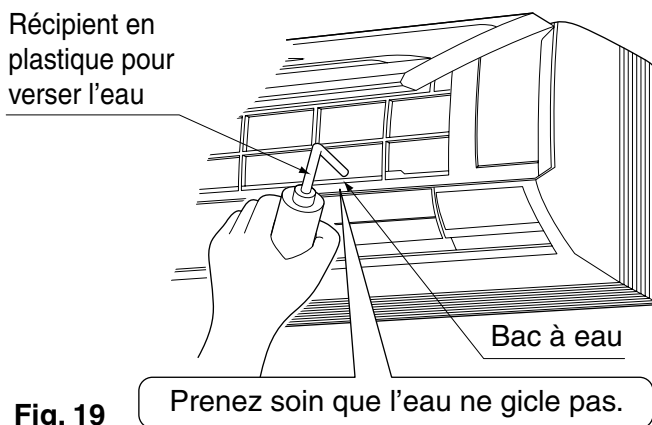

Fig. 19
(2) Assurez-vous que l'évacuation s'effectue correctement.
- Après avoir posé les tuyaux d'évacuation, vérifiez l'évacuation en ouvrant le panneau avant, **en enlevant le filtre à air**, en versant de l'eau dans le bac à eau et en vous assurant que l'eau s'écoule régulièrement du tuyau d'évacuation. **(Reportez-vous à la Fig. 19)**